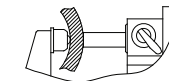

fig.1
- Per misurazioni particolari come lo spessore di tubi (fig.1), utilizzare il contatto sferico in dotazione, posizionandolo sull'incudine dello strumento.